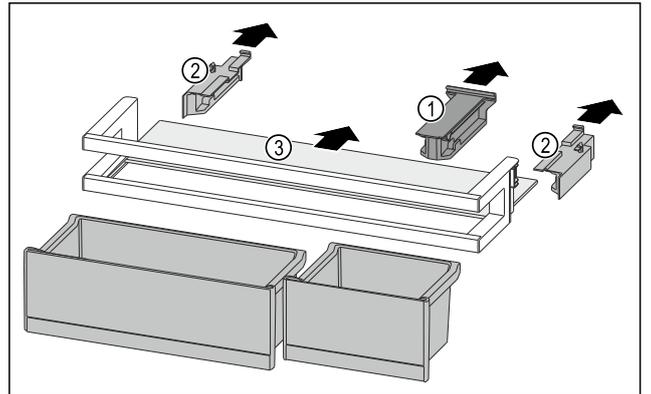

Fig. 94
- ▶ 拉出定位件 Fig. 94 (1)。
- ▶ 拉出侧面部分 Fig. 94 (2)。
- ▶ 取出搁板 Fig. 94 (3)。